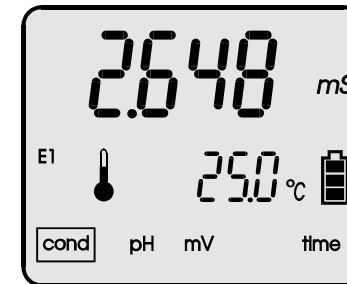

Imagen 23.
- Lea el valor de medición una vez estabilizado (imagen 23).